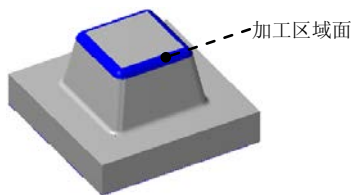

图 7.5.7 加工区域
Step2. 选取加工区域。在“多轴刀路 - 曲面”对话框的 **模式选项** 下拉列表中选择 **曲面** 选项；单击其后的  按钮，在图形区中选取图 7.5.7 所示的曲面；单击“流线数据”对话框中的  按钮，系统返回至“多轴刀路 - 曲面”对话框。